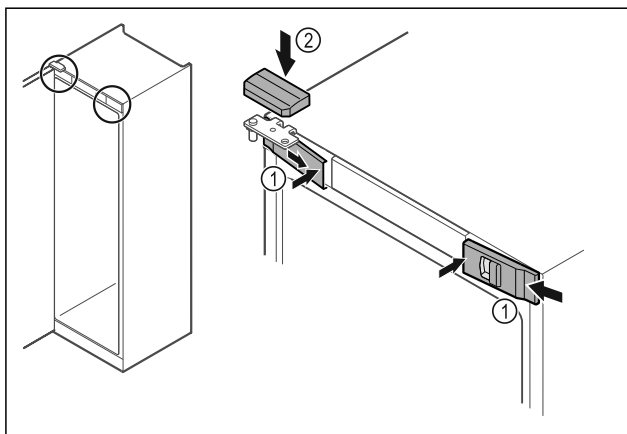

Fig. 41
- Z boku założyć przednie osłonki Fig. 41 (1) i zaczepić.
- Górną osłonkę Fig. 41 (2) zaczepić od góry.